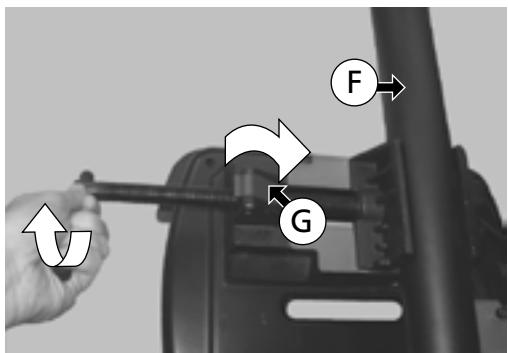

Fig. 18
- Levante e rode novamente "meio passo de rosca" (G) - (Fig. 18) - para fixar o parafuso. Pressione a manivela do parafuso de modo que a peça a cortar fique firmemente fixada no torno - (Fig. 18).